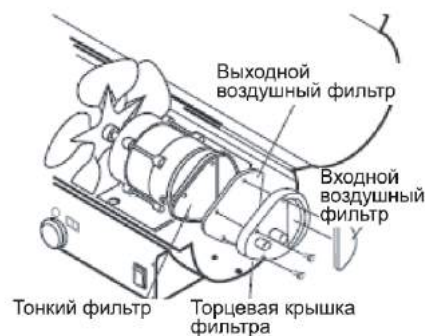

Рис. 15 – Обслуживание фильтров (для всех моделей, за исключением ТК-100000)
- Снимите кожух и решетку вентилятора (см. рис.15)